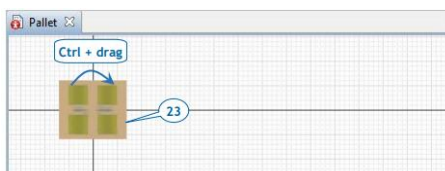

Рисунок 12.15 – Кнопка «Збільшити до 100 %» панелі інструментів
23. Додайте три коробки, скопіювавши першу коробку тричі. Щоб скопіювати поле, виділіть його, а потім натисніть і утримуйте *CTRL*, перетягнувши поле. У нашому піддоні тепер є чотири закриті ящики, і ви можете змінити рівень масштабування до 100 %, натиснувши на кнопку «Збільшити до 100 %» на панелі інструментів (рис. 12.15).